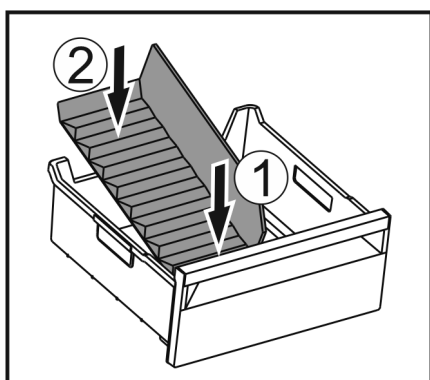

Fig. 118
- Helyezze be a jégrekesz-elválasztó elülső részét. Fig. 118 (1)
- Süllyessze le a jégrekesz-elválasztó hátsó részét a fiók aljáig. Fig. 118 (2)